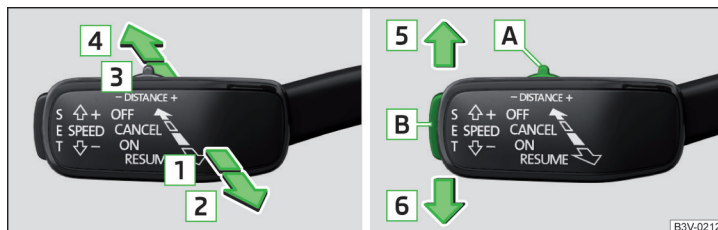

Fig. 282 Elemente de comandă ale limitatorului de viteză
» fig. 282
- ▶ Aduceți maneta de operare ACC în poziția **ON** » fig. 282.